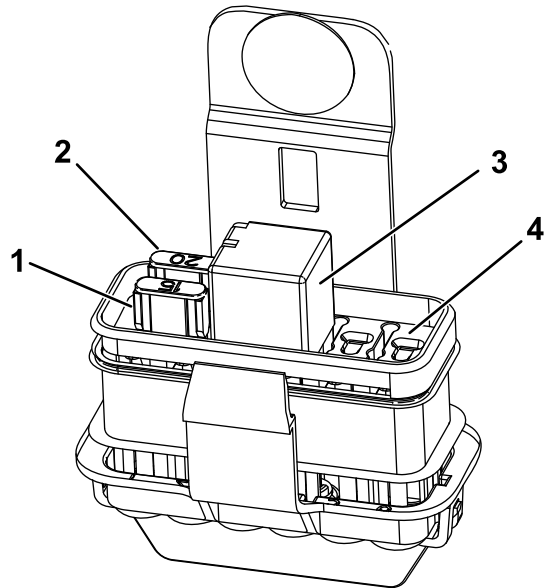

**Figura 66**
3. Cuando la batería esté completamente cargada, desconecte el cargador de la toma de electricidad, luego desconecte los cables del cargador de los bornes de la batería (Figura 66).